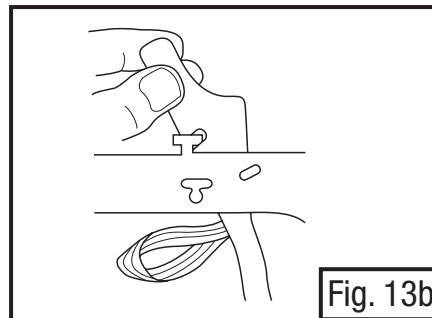
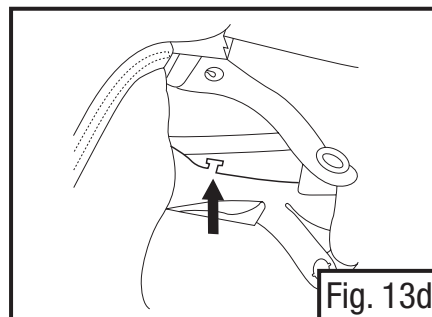

Fig. 13b
Fig. 13d
- Repérer les points de fixation en « T » sur la coiffe (Fig. 13d). Fixer les languettes en plastique de la membrane d'étanchéité à ces points de fixation sur la coiffe. **Pour ce faire, faire glisser les languettes entre la coiffe et la calotte de la pièce faciale.** Puis insérer l'encoche des languettes de la membrane d'étanchéité dans les points de fixation en « T » situés sur le serre-tête de la coiffe (Fig. 13b).